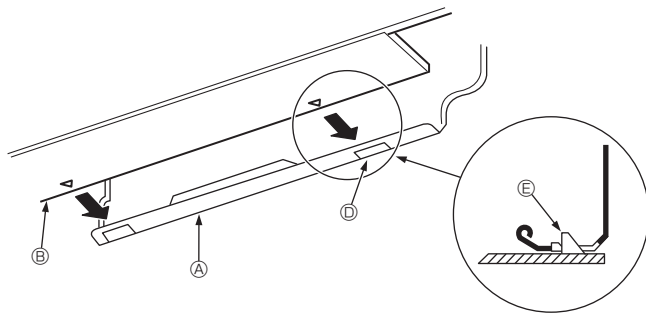

Fig. 3-20
3. Lors de l'insertion de la tuyauterie d'eau et du tuyau d'écoulement dans le trou de pénétration dans le mur (manchon de pénétration), accrocher le haut de l'appareil intérieur à la planche d'installation ①.
5. Fixer en poussant la partie inférieure de l'appareil intérieur sur la planche d'installation ①. (Fig. 3-20)
- * Vérifier que les boutons ⑤ dans le bas de l'appareil intérieur sont correctement insérés dans la planche d'installation ①.